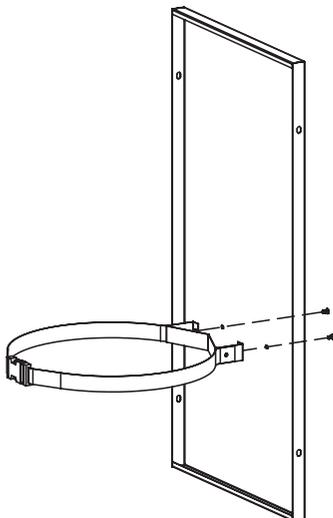

Рис. 7.
4. Установите круговой кронштейн газового баллона на внутренней стороне задней панели с помощью двух винтов М4х8 (рис. 7).